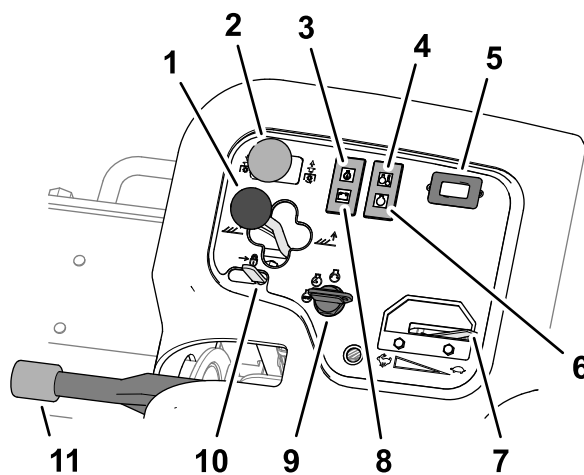

Рисунок 41
- Чтобы опустить режущие блоки на землю, переведите рычаг перемещения режущего блока вперед в положение ОПУСКАНИЕ (Рисунок 41).
Переключатель привода режущего блока (Рисунок 41) имеет 2 положения: Включить и Выключить. Этот кулисный переключатель приводит в действие электромагнитный клапан в группе клапанов, который включает привод режущих блоков.
Контрольная лампа давления масла (Рисунок 41) загорается, если давление масла в двигателе падает ниже безопасного уровня.
Сигнальная лампа (Рисунок 41) загорается, если температура охлаждающей жидкости слишком высокая. При такой температуре режущие блоки выключаются. Если температура охлаждающей жидкости поднимается еще на 5,5 °С, двигатель останавливается для предотвращения повреждения.
Счетчик моточасов (Рисунок 41) показывает полную наработку машины в часах. Счетчик моточасов начинает работать при установке замка зажигания в положение «Вкл.».
При включении свечей предпускового подогрева загорается соответствующий индикатор (Рисунок 41).
При перемещении рычага дроссельной заслонки (Рисунок 41) вперед скорость двигателя
Индикатор генератора (Рисунок 41) выключается, когда двигатель работает. Если индикатор генератора горит при работающем двигателе, проверьте и при необходимости отремонтируйте систему зарядки.
Выключатель зажигания (Рисунок 41) используется для запуска двигателя и включения световых приборов. Выключатель зажигания имеет 3 положения:
Переместите фиксатор рычага подъема (Рисунок 41) назад для предотвращения опускания режущих блоков.
При выключенном двигателе необходимо всегда включать стояночный тормоз (Рисунок 41), чтобы предотвратить непреднамеренное движение машины. Для включения стояночного тормоза потяните рычаг вверх; для выключения стояночного тормоза опустите рычаг вниз.